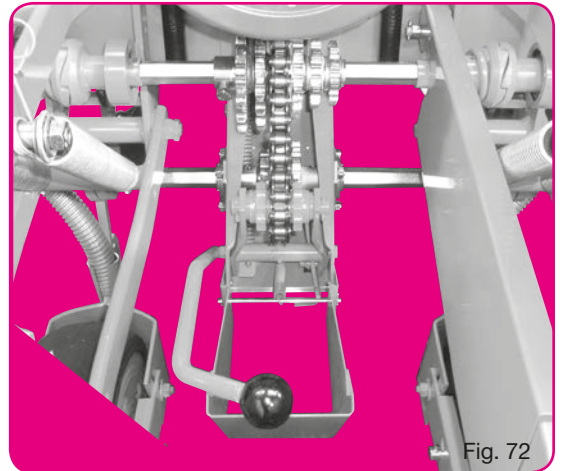

Fig. 72
- Montage pour semoir de 35-40 cm d'inter-rangs (fig.72) en supprimant les 2 paliers (4).
- Assembly for planters with 35-40 cm (14-15") inter-row spacing (fig. 72) : remove the bearings. (4)
Montage für Sämaschinen mit Reihenabstand von 35-40 cm (Abb. 72). Bei dieser Stellung sind beide Lager (4) zu entfernen.
- Montage voor zaaimachine voor 35-40 cm rijafstand (fig. 72). Verwijder de twee lagers (4).